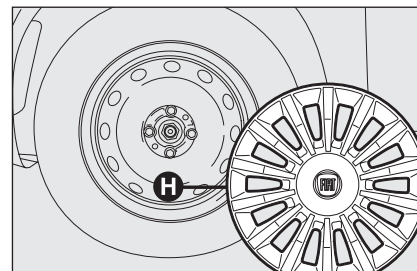

fig. 4
- enlever le carter de roue **H-fig. 4** (versions avec jantes en acier), ou bien enlever le carter couvre-moyeu (versions avec jantes en alliage);